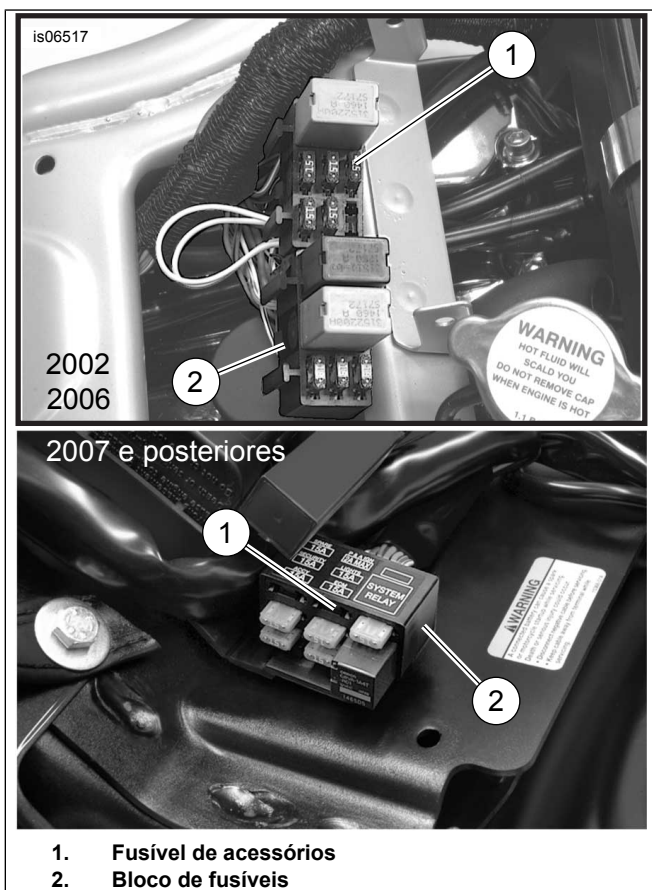

Figura 15. Localização do fusível acessório (modelos V-Rod)
1. Veja Figura 15. Abra cuidadosamente uma área da proteção do chicote de fios principal próximo do bloco de fusíveis (2) em um ponto acessível e corte o fio laranja/branco do chicote de fios principal que vai até a cavidade do fusível (1) marcada.